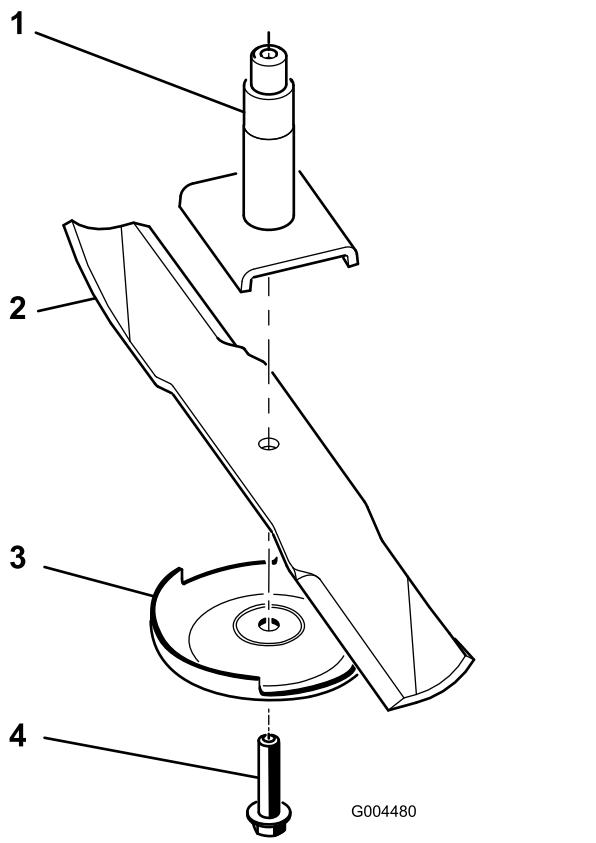

Figura 28
**Nota:** Se a lâmina ficar na horizontal é porque está equilibrada e pode ser utilizada. Se lâmina não estiver equilibrada, lime algum metal da extremidade da aba apenas (Figura 28). Repita este procedimento até a lâmina estar equilibrada.
2. Retire a cavilha da lâmina, a placa antidano e a lâmina do eixo (Figura 28).
1. Instale lâmina no eixo (Figura 28).
2. Instale a placa antidanos e o parafuso da lâmina (Figura 28).